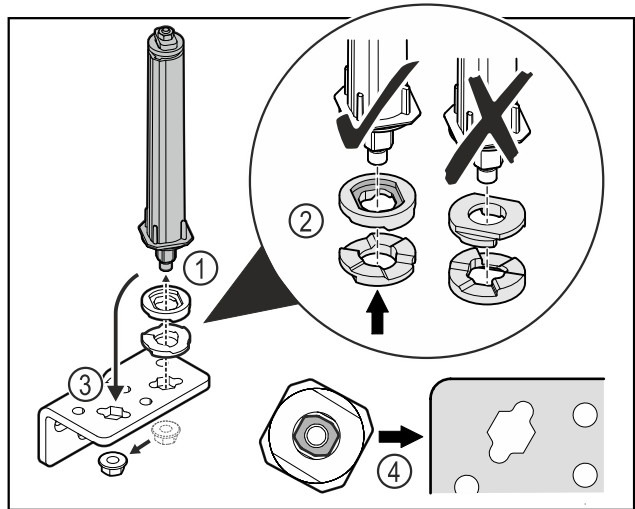

Fig. 35
- ▶ Отпустите гайку и демонтируйте систему закрытия двери Fig. 35 (1).
- ▶ Учитывайте правильность выравнивания шайб для регулировки высоты Fig. 35 (2).
- ▶ Переставьте систему закрытия двери в шарнирном уголке и зафиксируйте гайкой Fig. 35 (3).
- ▶ При установке учитывайте правильность выравнивания системы закрытия двери Fig. 35 (4).